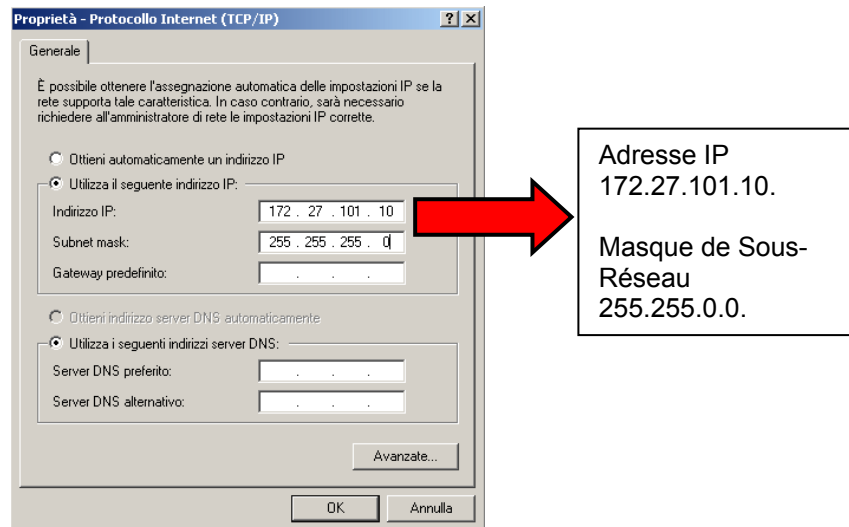

Figure 5
3. Configurer les champs nécessaires de la manière suivante (Figure 5) :